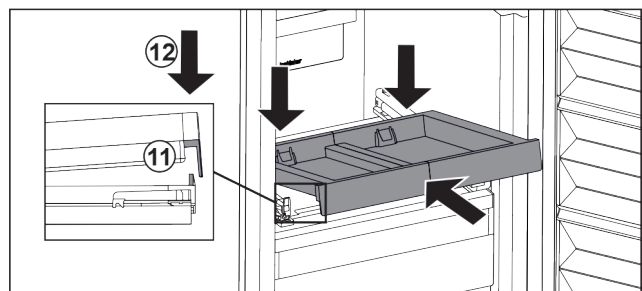

Fig. 33
- Schräg einschieben. Darauf achten, dass auf beiden Seiten der Anschlag hinter der Lasche ist. Fig. 33 (11)
- Auszugsbord vorne absetzen. Fig. 33 (12)